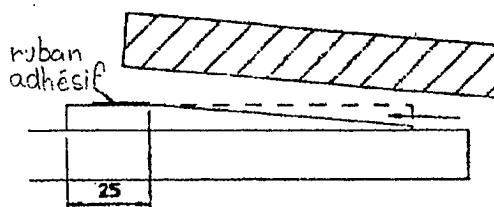

FIGURE 4
* Poncer le dessus (l'extrados) de l'aile à la forme du profil. La première partie de l'aile a une forme convexe jusqu'à environ 1/3 de la largeur de l'aile, et depuis ce point le plus haut l'épaisseur s'amenuise en ligne droite jusqu'au bord de fuite de l'aile. Le bord de fuite a une épaisseur d'environ 1 mm. Ne pas le poncer plus fin, il deviendrait trop fragile. Le point le plus haut en épaisseur est indiqué par le trait en pointillés à 1/3 de la corde de l'aile. A l'aile du ponçoir, poncer le balsa en direction du bord de fuite. Le ponçoir est tenu incliné vers l'arrière. L'aile est alignée parallèlement à environ 10 mm du bord du chantier. Ainsi, en ponçant, le ponçoir buttera éventuellement sur le bord du chantier avant qu'on amincisse trop le profil. De cette manière, le bord de fuite ne deviendra jamais trop fin (figure 4).